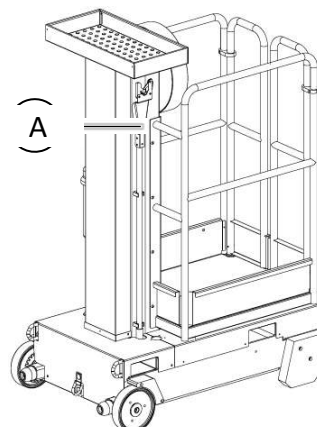

Abb. 8
1. Ziehen Sie die Sicherheitseinrichtung aus ihrem Gehäuse (A Abb. 8).
4. Verwenden Sie die Sicherheitseinrichtung wie in Abb. 8, indem Sie das Handrad der Maschine gegen den Uhrzeigersinn drehen, um den Korb der Maschine in die Bodenposition zurücksetzen.